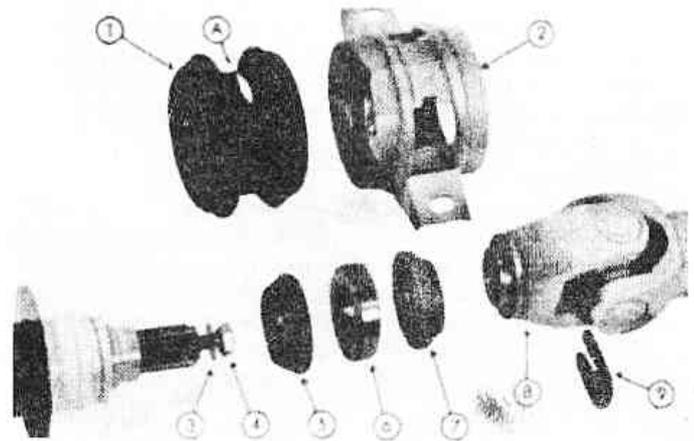

Рис.7.4. Детали подшипника средней опоры (Разд.3)
3. Ослабьте болт, находящийся в конце вилки карданного шарнира и при помощи отвертки извлеките сбоку вилки U-образный фиксатор. Эти детали показаны на Рис.7.4.
8. При помощи плоскогубцев слегка отогните шесть металлических язычков втулки и осторожно введите в нее резиновую муфту. Необходимо, чтобы фланец муфты, введенной в корпус, был наверху (Рис.7.4).